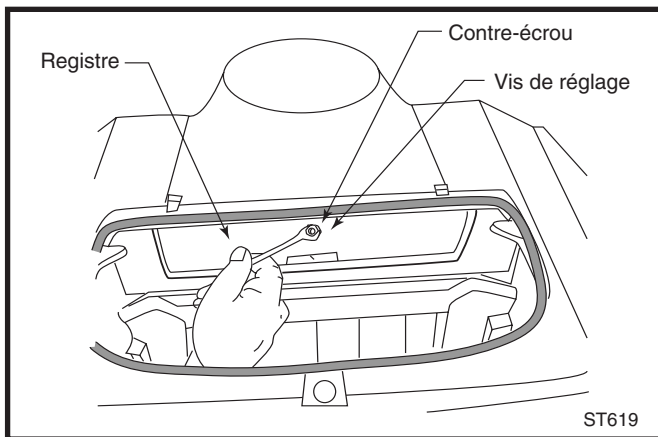

Fig. 35 Si le joint du registre se comprime après une longue utilisation, il faut régler le registre de façon à rétablir l'étanchéité.
- Desserrez le contre-écrou de la vis de réglage au centre du registre. (Fig. 35)